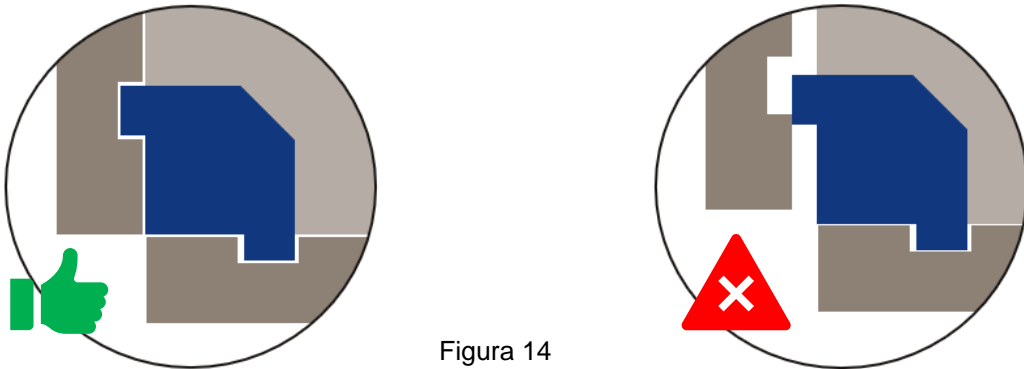

Figura 14
- Si están visibles, compruebe que el enclavamiento de los paneles en las vigas maestras sea correcto antes de continuar (figura 14)
- Vuelva a comprobar que el enclavamiento de los paneles en las vigas maestras sea correcto antes de continuar (figura 14).